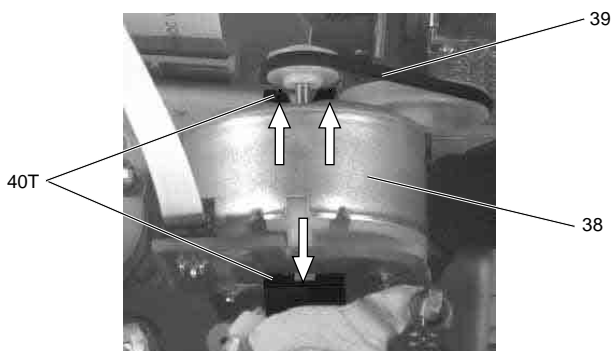

Fig. 15
- Antriebsriemen (Pos. 39) entfernen (Fig. 15) und den Stecker des Fädelmotors abziehen.
- Motorhalter (Pos. 40T) in Pfeilrichtung drücken und Fädelmotor (Pos. 38) aus dem Motorhalter nehmen (Fig. 15).
- Remove the drive belt (Pos. 39, Fig. 15) and unplug the connector from the threading motor.
- Press the motor support (Pos. 40T) in the direction of the arrow and take the threading motor (Pos. 38) out of the motor support (Fig. 15).